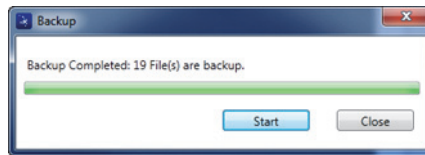

Abbildung 6-32 Dialogfeld Backup nach Fertigstellung der Sicherheitskopie
6. Wenn die Sicherheitskopie fertig ist, klicken Sie auf die Schaltfläche **Close** (siehe Abbildung 6-32 auf Seite 355).